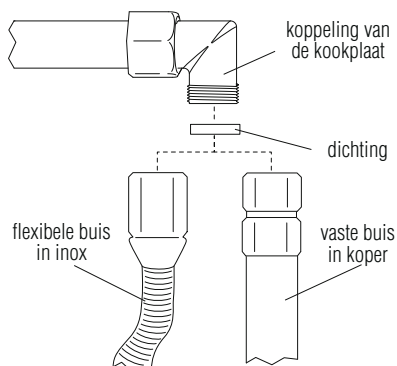

Fig. 6: aansluiting op de gasdistributie
**De aansluiting op de gasdistributie** kan gebeuren **met een vaste koperen buis** of **met een flexibele buis in staal** met doorlopende wand, volgens de voorschriften die bepaald zijn door de geldende norm [Fig. 6]. In ieder geval **moet iedere buis die men op de gasdistributie aansluit voorzien zijn van een veiligheidsafsluiter.**